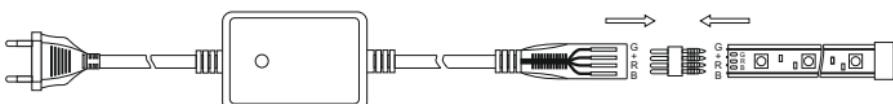

Рисунок 2 / Figure 2 / 2 sýret
- вставить коннектор, идущий в комплекте с драйвером, в ленту. Коннектор имеет разную форму выводов: заострённые выводы подключить к ленте, а скруглённые выводы - к разъёму драйвера (рисунок 2);
Контакты в разъёме драйвера расположены несимметрично (рисунок 2). При монтаже разъёма драйвера расположить так, чтобы контакты располагались в нижней части разъёма;
- insert the connector included with the driver into the tape. The connector has a different pin shape: connect the pointed pins to the tape, and the rounded pins to the driver connector (Figure 2);
- insert the connector with the tape into the driver connector according to the polarity. The contacts in the driver connector are arranged asymmetrically (Figure 2). When mounting, position the driver connector so that the contacts are located at the bottom of the connector;
- вставити коннектор, що йде в комплекті з драйвером, в стрічку. Коннектор має різну форму висновків: загострені висновки підключити до стрічки, а округлені Висновки - до роз'єму драйвера (рисунок 2);
Контакти в роз'ємі драйвера розташовані несиметрично (рисунок 2). При монтажі роз'єм драйвера розташувати так, щоб контакти розташовувалися в нижній час.